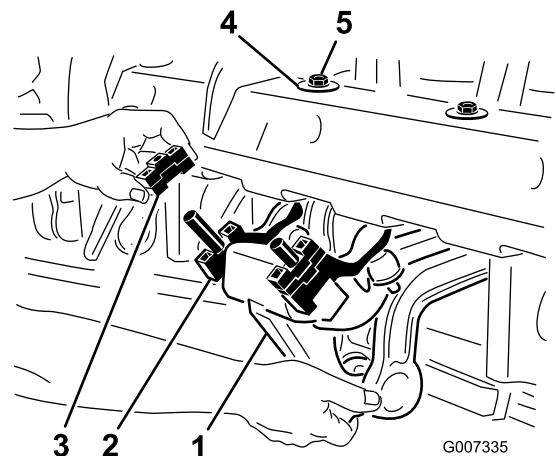

Figure 26
1. Retirez les 2 contre-écrous (1/2 po) qui fixent l'amortisseur Rotalink sur le dessous du cadre de la tête d'aération (Figure 26).
2. Abaissez l'amortisseur pour exposer les entretoises (Figure 26).
en D contre le cadre de la tête d'aération, comme montré à la Figure 26. Serrez les 2 contre-écrous.